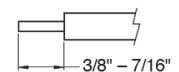

Figure 4
- STEP 10:** Cut supply cable to desired length. Strip black and white wire leads with wire strippers to expose 3/8" – 7/16" of bare metal (See Figure 4.)
- STEP 11:** Using Wirenuts ③ provided, connect supply (house) wires to fixture wires - white to white, black to black, and green to green or bare copper ground wire.
**PASO 10:** Corte el cable de suministro según la longitud deseada. Pele los terminales de los cables negro y blanco con los alicates de corte para dejar expuesto 3/8" – 7/16" de metal (vea la Fig. 4).
**PASO 11:** Usando los capuchones para cables provistos ③, conecte los cables de suministro eléctrico (del hogar) a los cables del dispositivo: blanco con blanco, negro con negro y verde con verde o con el cable a tierra de cobre desnudo.
**ÉTAPE 10:** Coupez le câble d'alimentation à la longueur désirée. Dénudez les fils noir et blanc avec une pince à dénuder pour exposer 3/8" – 7/16" de métal nu (Voir la figure 4.)
**ÉTAPE 11:** À l'aide du connecteur de fils ③ fourni, raccordez les fils d'alimentation (maison) aux fils du luminaire : fil de terre blanc au blanc, noir au noir et vert au vert ou fil terre en cuivre nu.